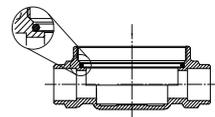

Abb. 3
- 1.8. Den mit der Messkapsel mitgelieferten neuen O-Ring in das UPT einlegen (Abb.3). Er muss gut gefettet sein.